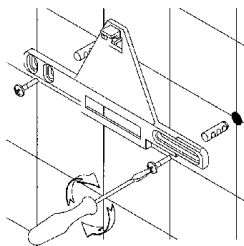

рис. 5
- Настенное крепление прикрепите к стене с помощью шурупов, вкручиваемых в дюбеля (см. рис. 5).